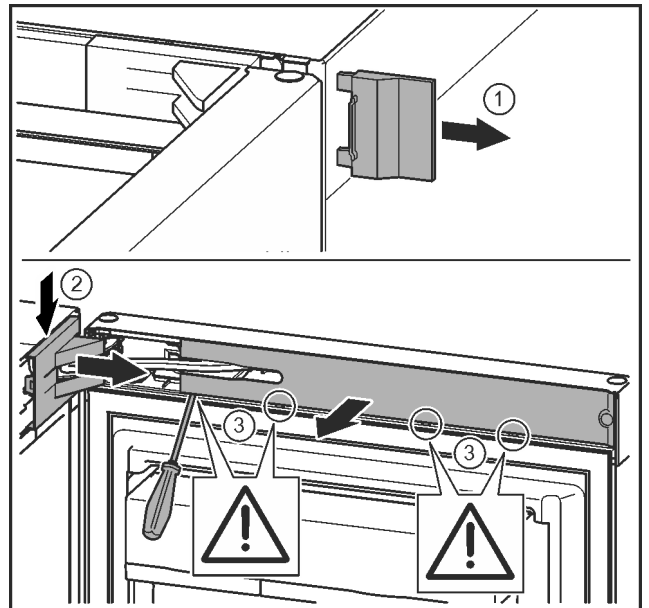

Fig. 9
▶ Detașați capacul exterior. Fig. 9 (1)
▶ Deblocați și desprindeți capacul suportului de lagăr. Scoateți capacul suportului de lagăr. Fig. 9 (2)
▶ Deblocați masca cu șurubelnița plată și pivotați-o în lateral. Fig. 9 (3)